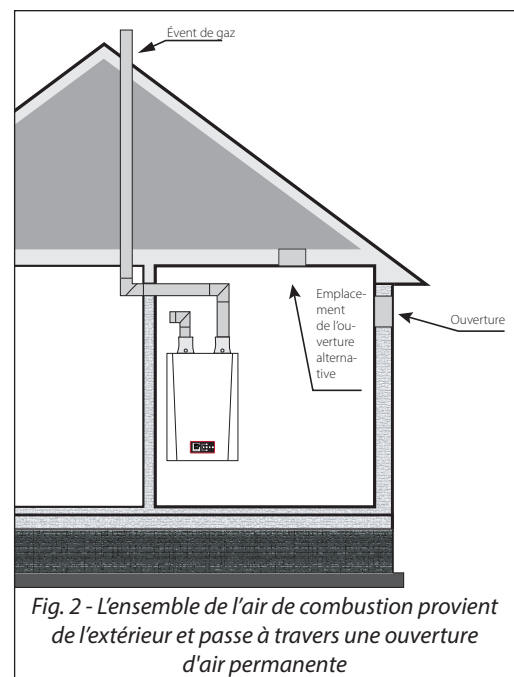

Fig. 2 - L'ensemble de l'air de combustion provient de l'extérieur et passe à travers une ouverture d'air permanente
- **Méthode pour une ouverture permanente.** Une ouverture permanente commençant dans les 12 pouces du dessus de l'enceinte doit être fournie, comme indiqué à la Fig. 2 ci-dessous. L'équipement doit compter des dégagements d'au moins 1 po de chaque côté et de 6 po de l'avant de l'appareil. L'ouverture doit communiquer directement avec l'extérieur ou elle doit communiquer par un conduit vertical ou horizontal avec l'extérieur ou avec des espaces qui communiquent librement avec l'extérieur et doit avoir une zone libre minimale comme suit :